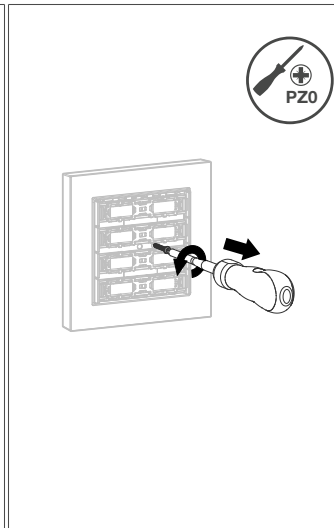

Bild 20: Demontageschutzschraube lösen
- 2 Optional: Demontageschutzschraube lösen (siehe Bild 20).